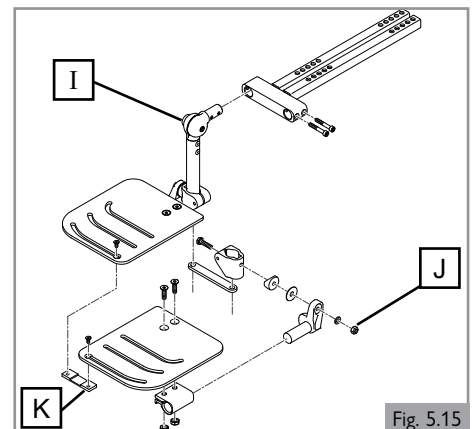

Fig. 5.15
- a. Retirez la visserie (G) du tube du châssis de la suspension.
- b. Déplacez le tube d'extension du repose-pieds (H) vers le haut ou le bas pour régler la hauteur, puis alignez les trous ajustés.
- d. Resserrez toute la visserie (G).
5.10 Repose-pieds central à angle réglable (Fig. 5.15)